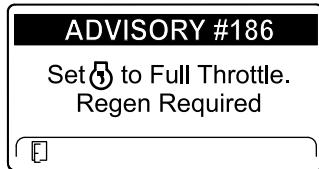

Рисунок 45
**Примечание:** Если на дисплее инфоцентра появится ИНФОРМАЦИОННОЕ СООБЩЕНИЕ № 186 (ADVISORY #186) (Рисунок 45), установите максимальное положение дроссельной заслонки (высокую частоту холостого хода) двигателя, чтобы можно было продолжить выполнение регенерации со сбросом.